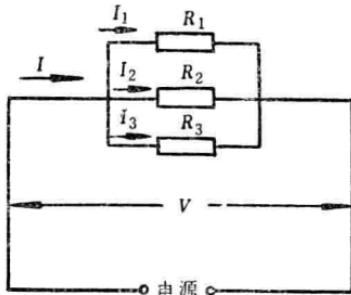

图 1-3 电阻并联
2. 并联 把几个电阻的一端连接在一起，另一端也连在一起，这种连法叫做并联，如图1-3所示。电阻并联后的总电阻的倒数等于各支路电阻的倒数之和。